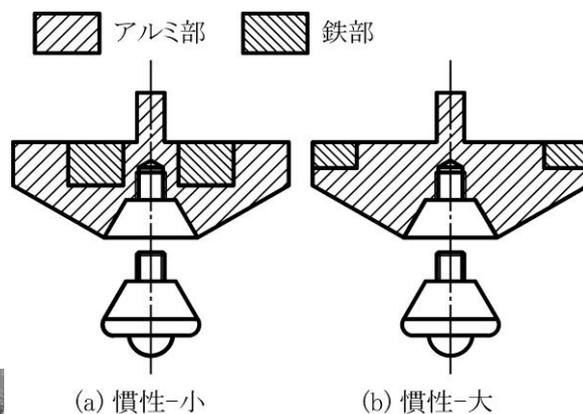

図3 独楽の断面図
- ・コマは図3に示すような構造で，先端を交換できる．ベースと接する先端部には軸受用球(5/16in)を用いた．コマ本体はアルミ製で，鉄製の錘部の設置位置によって慣性モーメントが異なる2種類($2.1 \times 10^{-5} \text{kgm}^2$, $3.1 \times 10^{-5} \text{kgm}^2$)を製作した．質量はどちらも同じ96gである．